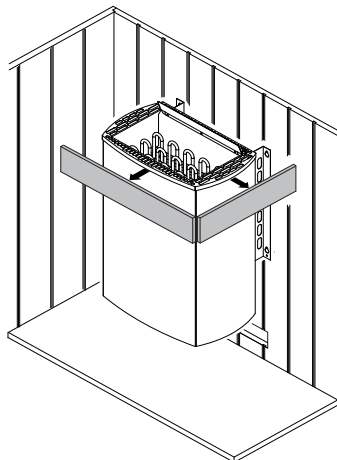

Abb. 2
- Die Höhe des Ofenschutzgitters muss etwa der vorderen Ofenhöhe entsprechen (Abb. 2).